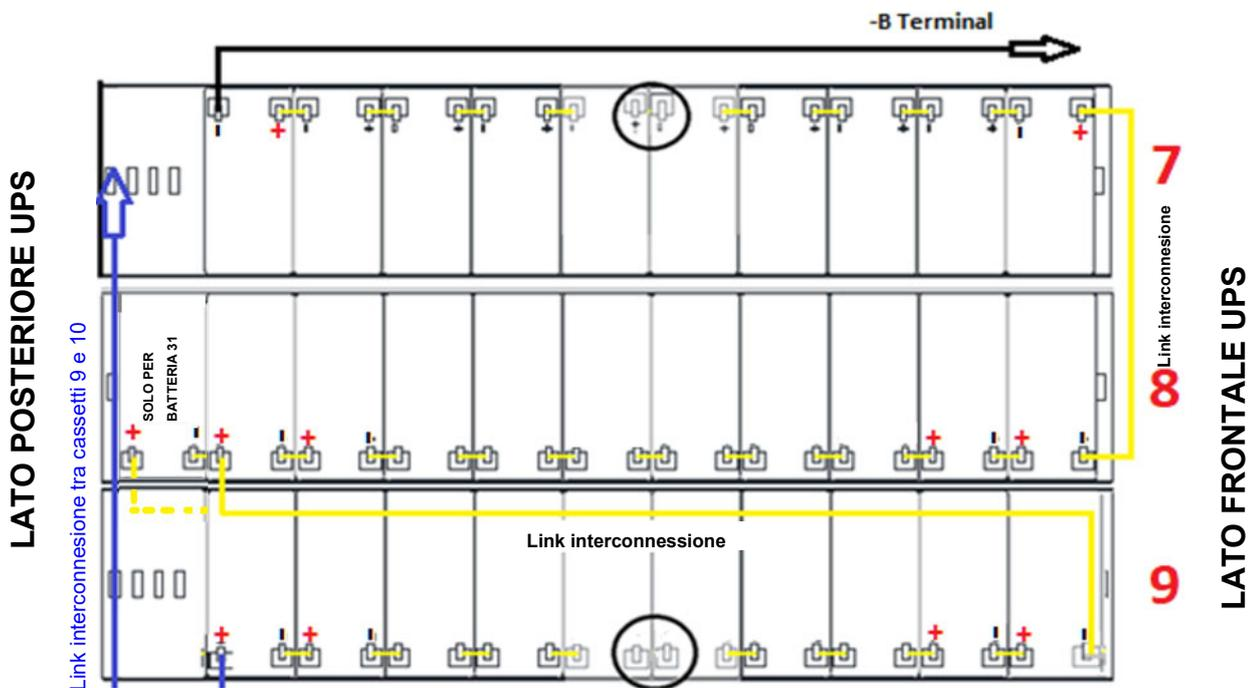

Figura 19 - Vista dall'alto Piano N°3 con connessioni batterie
10) Cablare il piano come indicato nella figura 19. **Lasciare scollegati i ponticelli cerchiati**